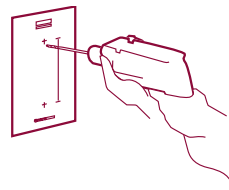

Fig. 4
- Cole o adesivo-guia na parede e com um berbequim e uma broca de furar paredes de 5 mm de diâmetro, fure a parede nos pontos marcados no adesivo. (fig. 4)